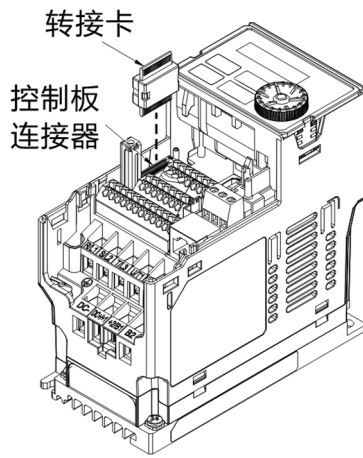

图 8-10
2. 组装转接卡：将转接卡对准控制板连接器后插入，如图 8-10 所示。